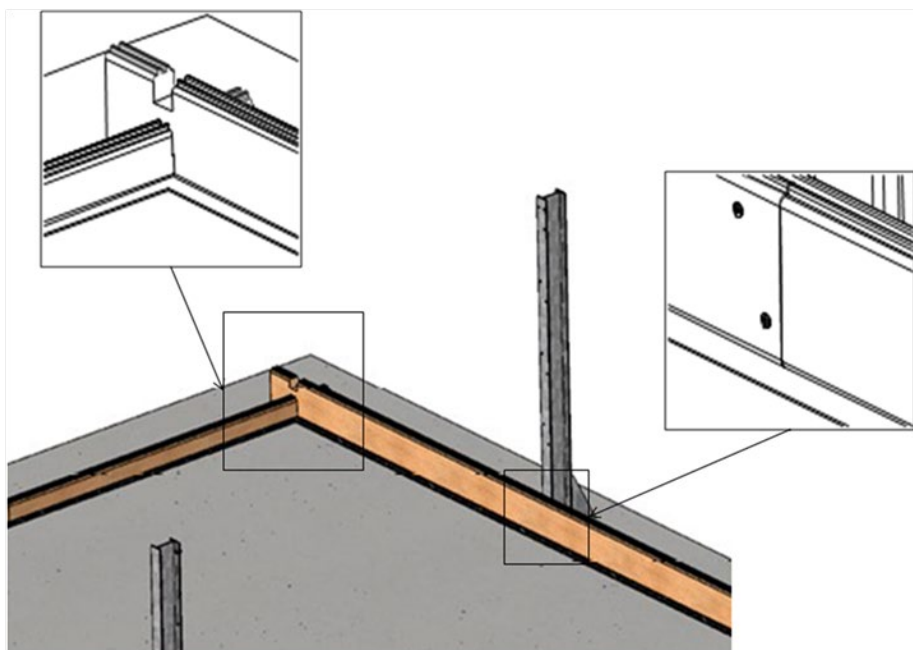

Abbildung 10 – Verkantung der Bohlen untereinander
- untereinander, wie in **Abbildung 10**, beschrieben mithilfe von 2 Schrauben pro Lamellenpaar und auf beiden Seiten mit einer Höhe von je 10 Lamellen, also insgesamt 80 A4 Edelstahl-Senkkopfschrauben 5 × 40 mit Torx-Gewinde bis 25 mm (Pack C);;